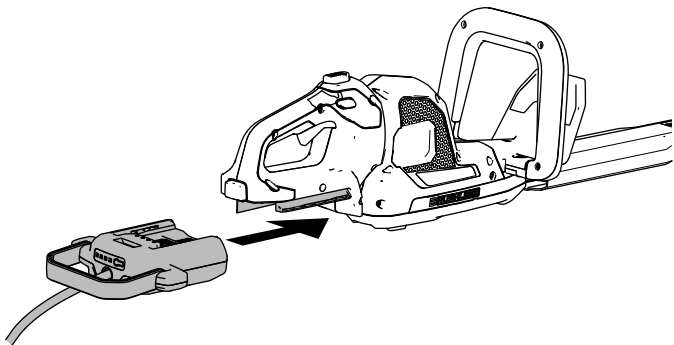

Figura 5
2. Alinee el conector de la batería e insértelo en la herramienta hasta que quede enganchado en el cierre, tal y como se muestra en la Figura 5.